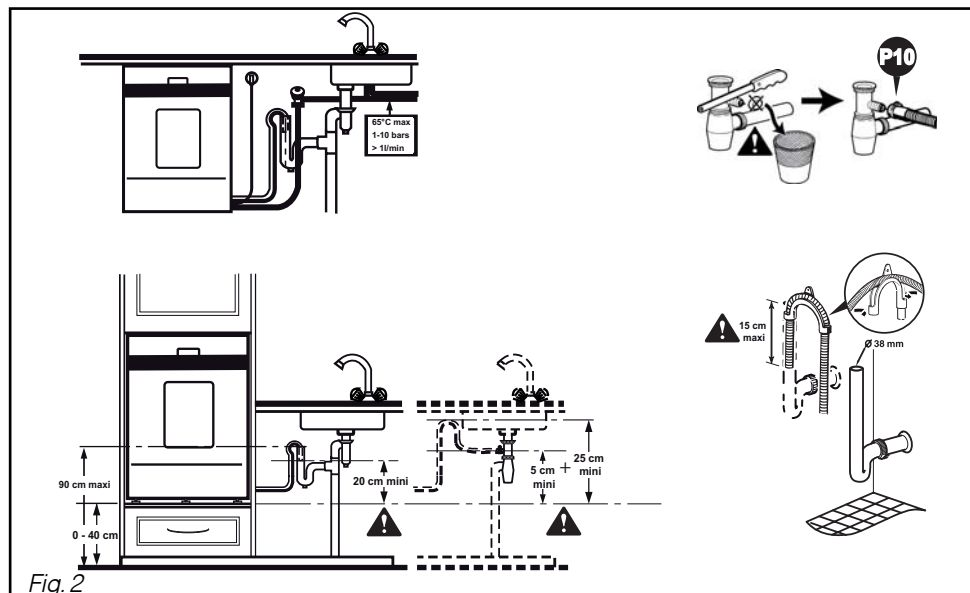

Fig. 2
• EVACUATION DES EAUX USEES : FIG. 2